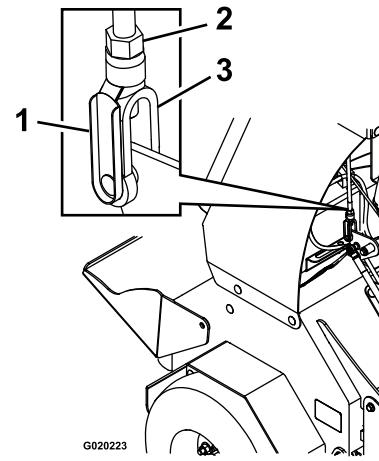

Figure 59
- B. Retirez l'axe élastique de la chape sur la timonerie de commande de déplacement (Figure 59).
- Si le levier de commande **touche la barre de référence**, tournez la chape (Figure 59) dans le sens horaire (vu du haut de la machine).
- à 1,6 mm (1/16 po), tournez la chape (Figure 59) dans le sens antihoraire.
- D. Reposez l'axe de chape élastique (Figure 59) et avancer le levier de commande.
- F. Retirez l'axe de chape élastique, tournez le tendeur dans le sens horaire d'un tour supplémentaire, puis remettez l'axe de chape en place (Figure 59).